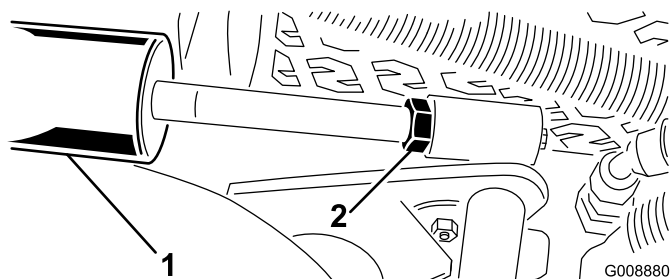

Figura 14
- A. Abbassate l'apparato di taglio e allentate il controdamo sul cilindro (Figura 14).